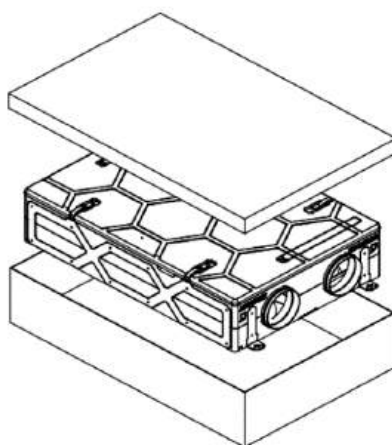

Fig. 24 – Desembalagem da unidade de tratamento de ar
- Uma unidade de tratamento de ar com recuperação de calor (incluindo todos os elementos da Fig. 24) - 1 pc.